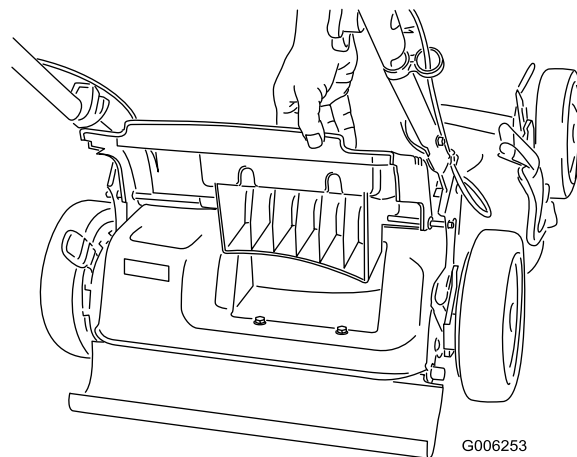

Figure 22
1. Soulevez le volet arrière et gardez-le dans cette position (Figure 22).